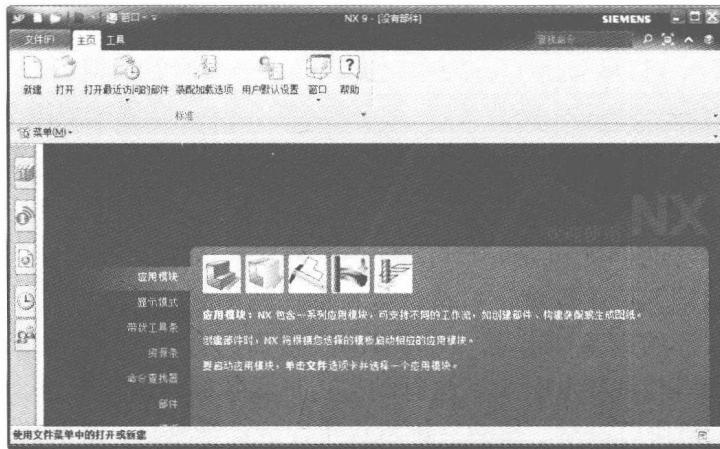

图 1-4 UG NX 9.0 中文版主界面
在 Windows 7 平台上安装 UG NX 9.0 系统后，选择“开始”→“所有程序 (P)”→“Siemens NX 9.0”→“NX 9.0”命令，即可进入 UG NX 9.0 的主界面，如图 1-4 所示。